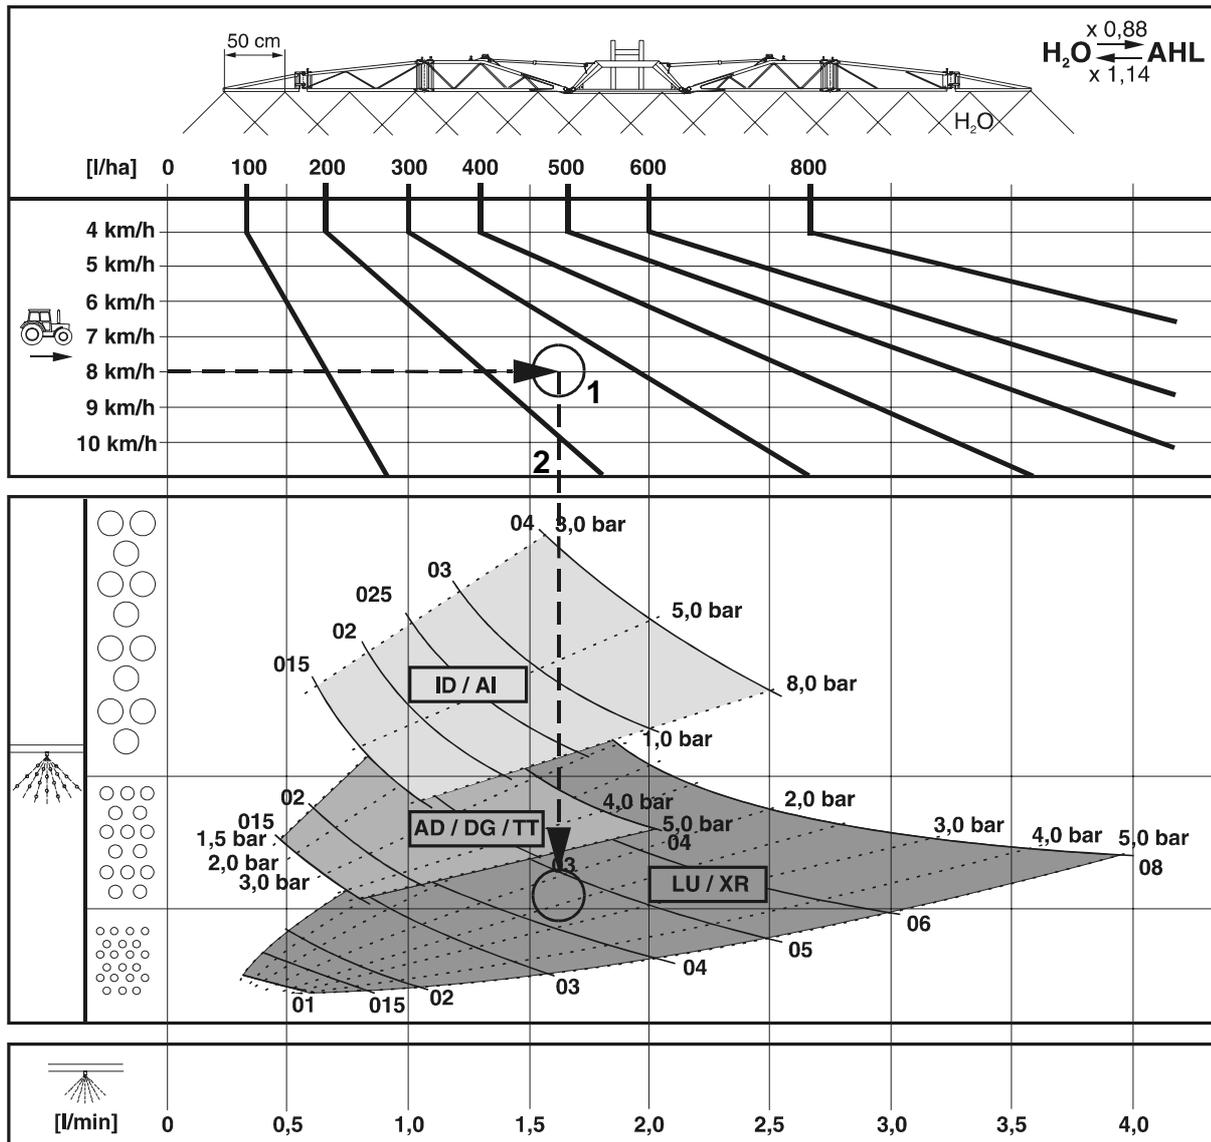

Fig. 200
- La Fig. 200 sert à sélectionner le type de buse approprié. Le type de buse est déterminé par
- Déterminez le point de service (Fig. 200/1) pour le débit requis (**250 l/ha**) et la vitesse d'avancement prévue (**8 km/h**).
- Tracez une ligne verticale (Fig. 200/1) vers le bas sur le point de service (Fig. 200/2) En fonction de la position du point de service, cette ligne passe par les diagrammes caractéristiques de différents types de buses.